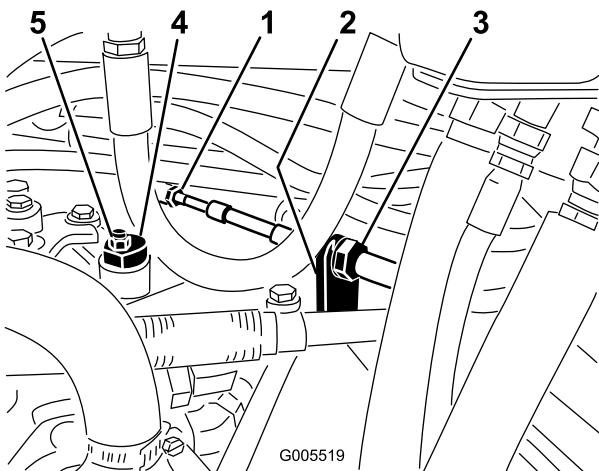

Figura 55
- Afloje las dos contratuerzas que fijan el cable de control de tracción a la mampara del hidrostato (Figura 55). Asegúrese de aflojar ambas contratuerzas uniformemente, y lo suficiente como para permitir el ajuste.
- Nota:** Afloje la tuerca que sujetta el excéntrico a la parte superior del hidrostato (Figura 55).
ajuste (Figura 55). Compruebe el ajuste con el acelerador en las posiciones Lento y Rápido.
- Desde cada lado de la mampara, apriete las contratuerzas uniformemente, fijando el cable de tracción a la mampara (Figura 55). No tuerza el cable.